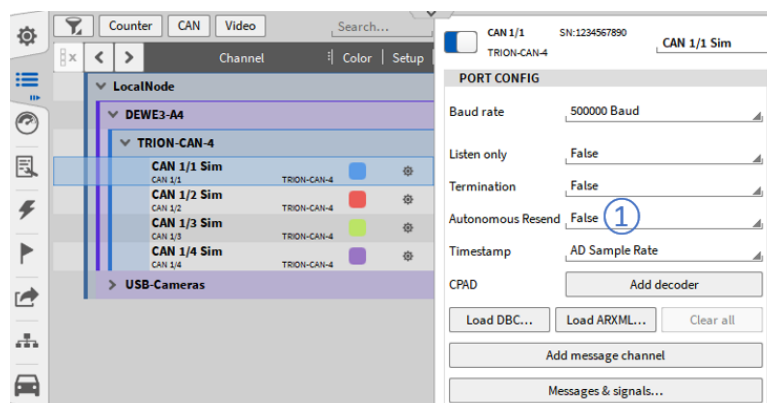

Abb. 7.214: Autonomous resend Option
Die Option *Autonomous Resend* (siehe ① in Abb. 7.214) bietet die folgende Funktionalität für CAN-Ports, die Daten übertragen: